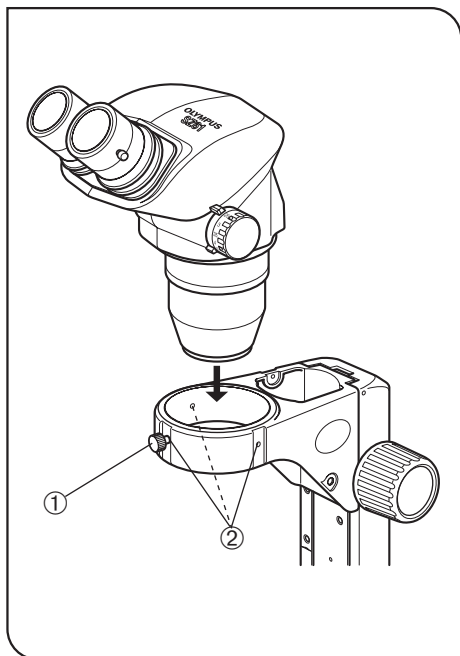

Fig. 13
1 Montering av mikroskopkroppen (Fig. 13)
- Kroppens låsskruv ① kan fästas på vilken som helst av de tre lägena ② runt armen. Efter monteringen fäster man skruven i ett läge så att skruven inte befinner sig i vägen för ljuskällan osv..
- Om du alltid utför observationerna från sidan med fokuseringsvreden, kan mikroskopkroppen monteras i motsatt riktning mot vad som visas i fig. 13 (vid 180° vriden position).